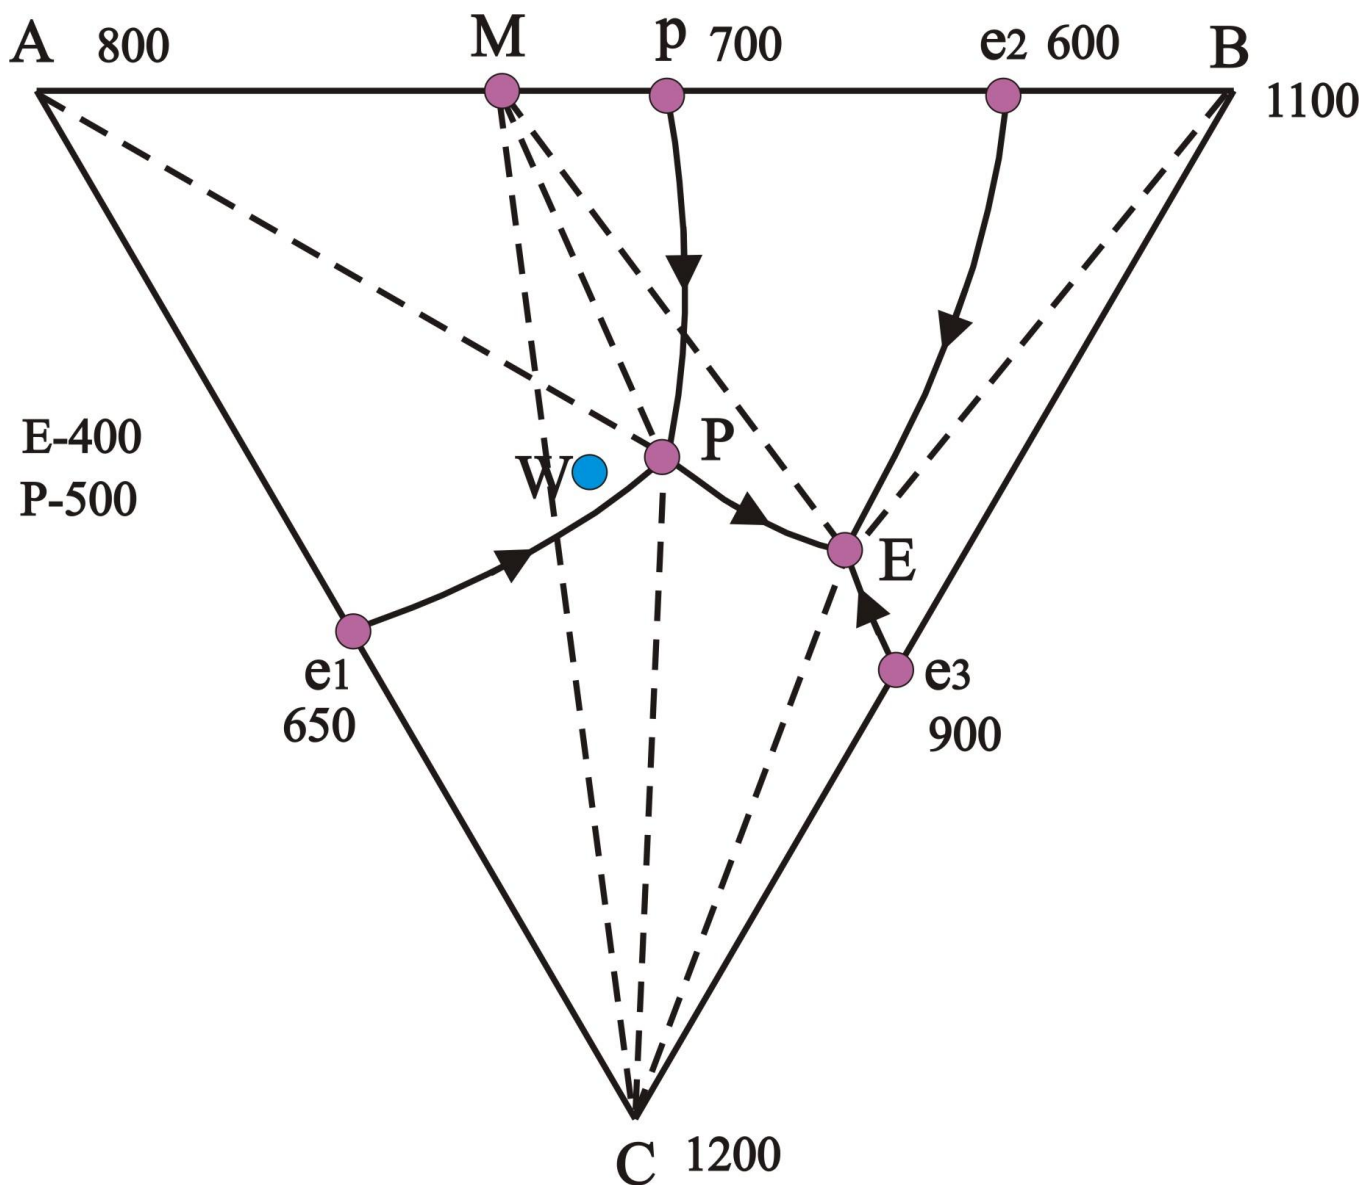

Рис.4. Диаграмма состояния тройной системы А–В–С с невариантным перитектическим превращением (1-4)
1. Построить кривую охлаждения сплава A–5%B–25%C (указать реакции) – см. рис.4
1. Построить кривую охлаждения сплава A–15%B–5%C (указать реакции) – см. рис.4
1. Оценить фазовый состав сплава A-10%B-30%C при 630 °C (см. рис.4). Ответ обосновать.
1. Оценить фазовый состав сплава A-40%B-10%C при 530 °C (см. рис.4). Ответ обосновать.
1. Построить кривую охлаждения сплава A-10%B-60%C (см. рис.4). Указать реакции.
1. Оценить фазовый состав сплава A-30%B-20%C при 570 °C (см. рис.4). Ответ обосновать.
1. Оценить фазовый состав сплава A-15%B-15%C при 690 °C (см. рис.4). Ответ обосновать.